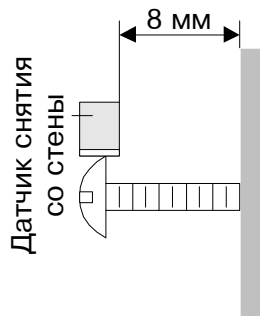

Рис.3
- в). Вверните шуруп M3,5 или M4 так, чтобы его головка была на расстоянии 8 мм от стены (рис.3).